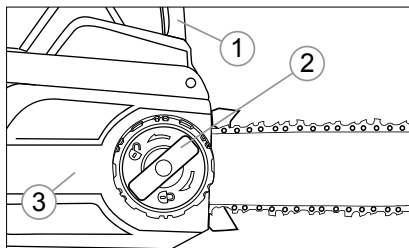

Рис. 4
2. Потяните щиток цепного тормоза 1 (рис. 4) на себя, открутите зажим 2 (рис. 4) и снимите защитный кожух 3 (рис. 4).
- Установите защитный кожух цепи 3 (рис. 4), точно совместив все шлицы. Крепко затяните прижимную ручку 2 (рис. 4), вращая ее по часовой стрелке. Убедитесь в надежности соединения и правильности установки цепи.